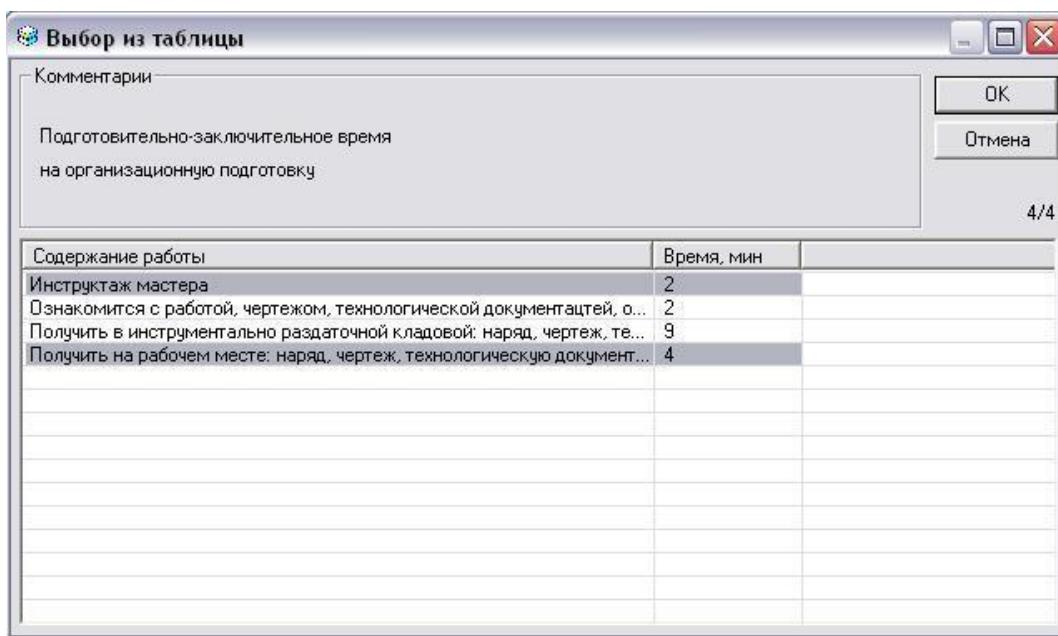

Рисунок 9. Окно «Выбор Тпз на организационную подготовку»
2. В меню выбора Тпз на организационную подготовку (см. рис. 9) выберете необходимые содержания работ. Нажмите кнопку **OK**.